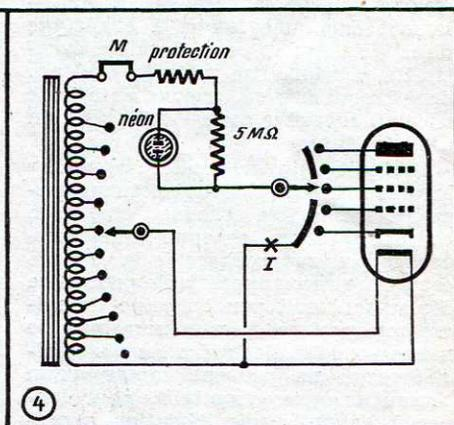

Fig. 4. — Recherche des électrodes coupées.
3) COUPURES D'ELECTRODES. — En mettant le commutateur « ESSAIS » sur la cinquième position, on obtient le montage de la figure 4, qui diffère du précédent par la suppression du condensateur de blocage, ce qui rend le tube au néon sensible au courant continu redressé par la lampe, c'est-à-dire au courant électro-